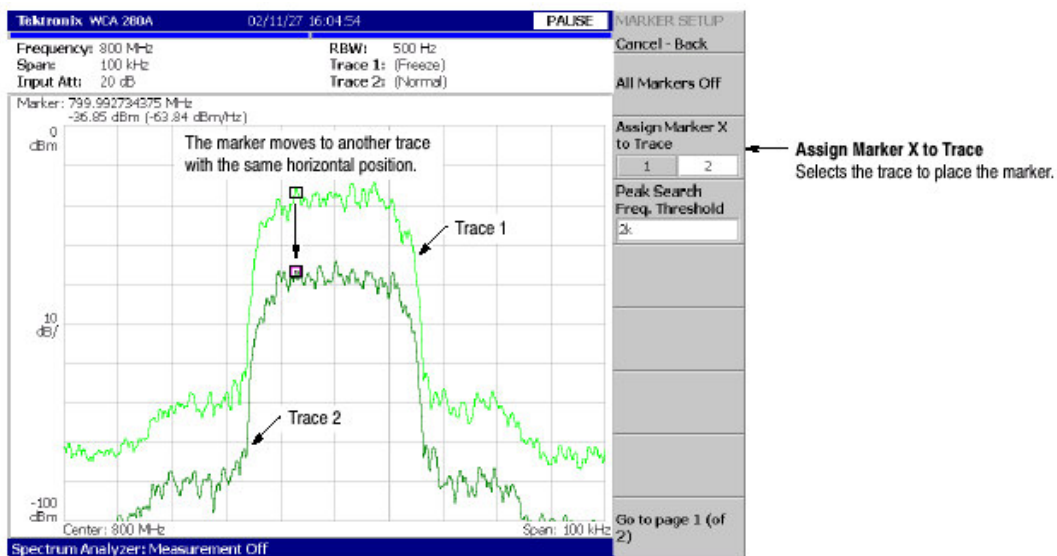

图 3-41 改变曲线
3. 按压 Assign Marker X to Trace 侧面键选择 Trace1 或 2,如图 3-41 所示。